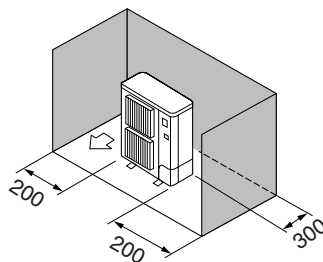

Fig. 2-4
- ③ Εμπόδια στην πίσω και στις δύο πλαινές πλευρές μόνο (Fig. 2-4)